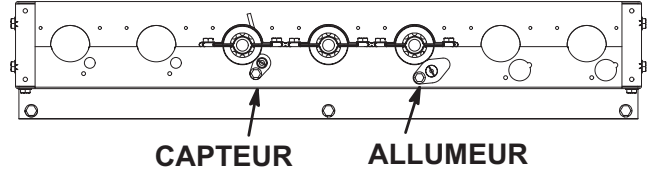

FIGURE 40
- 6 - Remettez les brûleurs et les vis maintenant les brûleurs. Reportez-vous à la FIGURE 40.